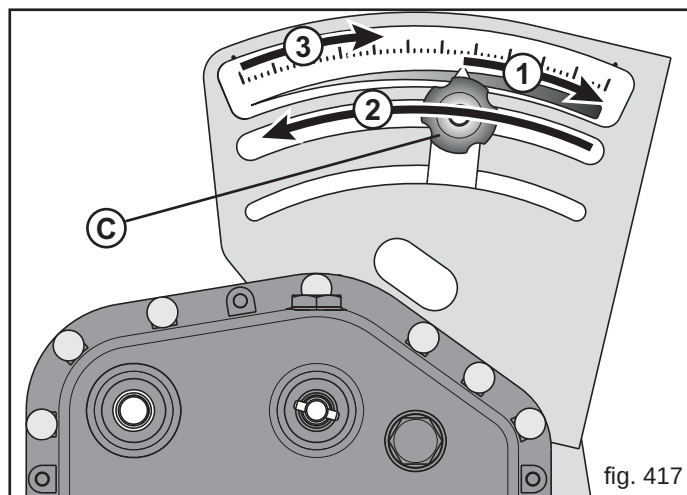

fig. 417
- 5) Desserrer la vis de fixation placée sur le régleur de la boîte de vitesse (C, Fig. 417), porter le levier au fond de l'échelle «50» (1), le remettre sur «0» (zéro) (2) et le reporter ensuite en correspondance de la valeur choisie (3) (en fonction de la quantité de produit à distribuer). Fixer à nouveau la vis de fixation du régleur de la boîte de vitesse.
- 6) Introduire la manivelle de semis dans la boîte de transmission et faire tourner la manivelle dans le sens anti-horaire (Fig. 417), comme indiqué sur l'autocollant: les tours de manivelle correspondent à 1/40 d'hectare.